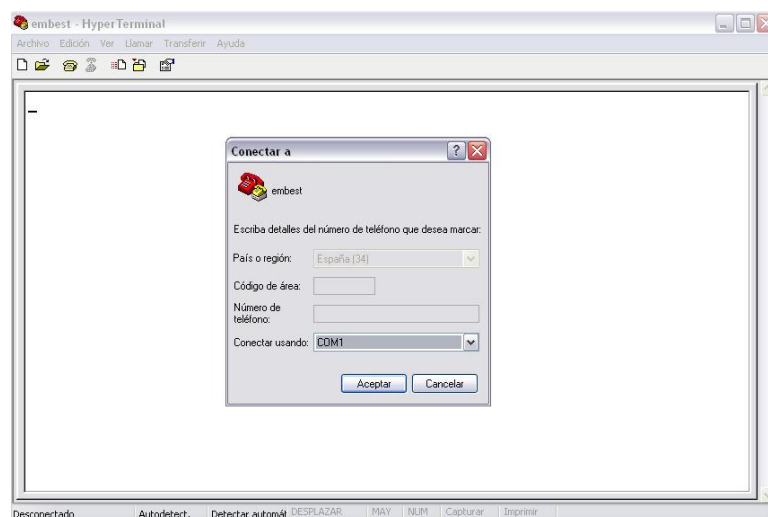

Figura 5.5: Ventana del programa HyperTerminal “Conectar a” .
- c) Pulsar en “Conectar usando” (ver figura 5.5) y seleccionar el puerto COM1.